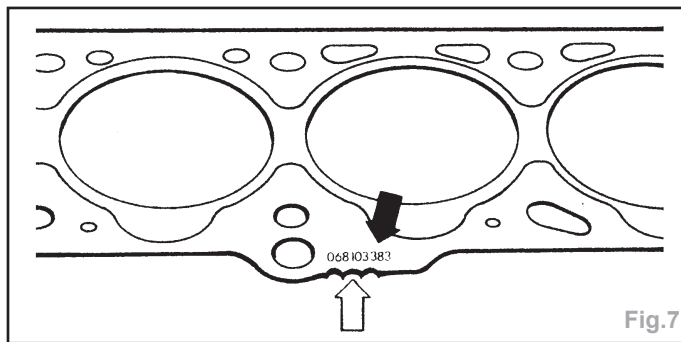

Fig.7
- Repérage du joint de culasse (Fig.7) :